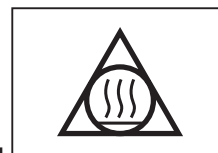

Fig. 3a
- La macchina produce vapore la cui temperatura in uscita può raggiungere i 130 °C. Evitare il contatto diretto tra pelle e vapore **(Fig.3a)**.